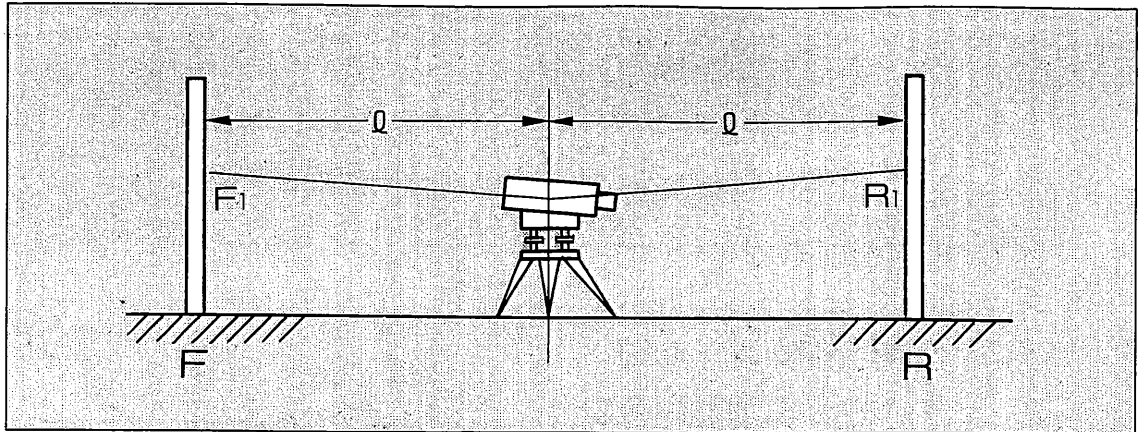

図9
(1) 点検法
- ① 約70～100m離して2本の標尺を向かい合わせに立て、その中央に本機を三脚上に据え、円形気泡管の気泡が中央に来るように整置します。
- ② 望遠鏡を前後の標尺に向けて視準します。それぞれの標尺の視準する点を読み取り、 F_1 および R_1 とします。(図9)